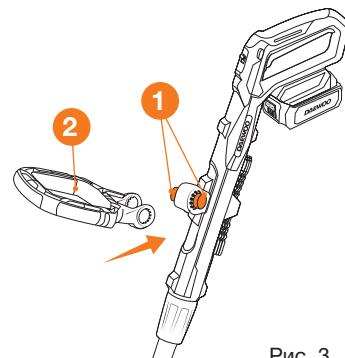

Рис. 3
- Зажмите до упора кнопки регулировки рукоятки ① (Рис. 3).
- Установите рукоятку ② на крепление и отпустите кнопки регулировки рукоятки ① (Рис. 3).